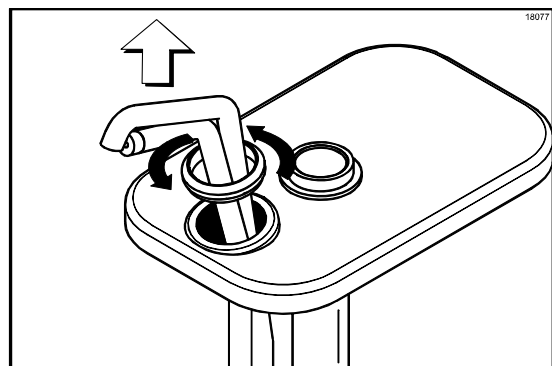

Рисунок 78
9. Снимите со контргайку сливной трубки поворачивая ее против часовой стрелки. Затем снимите ее со сливной трубки. (См. рис. 78)